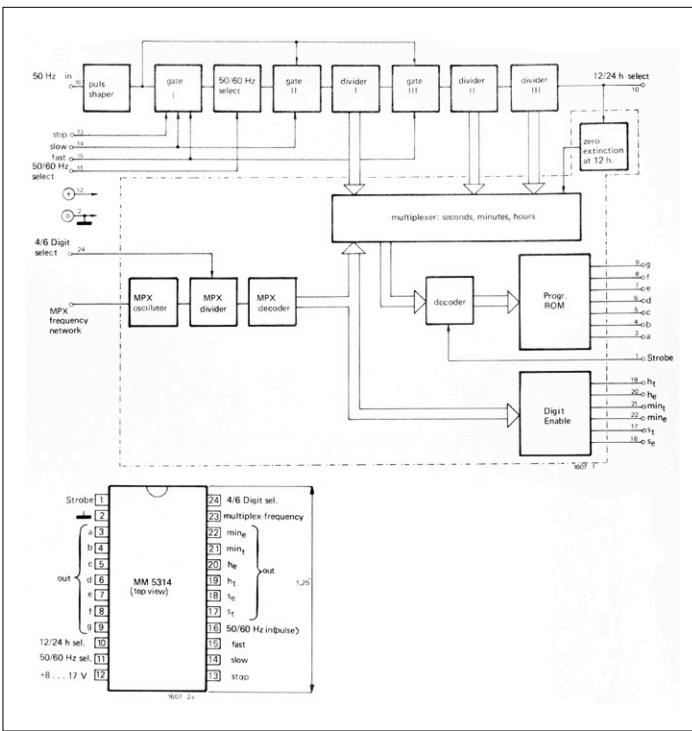
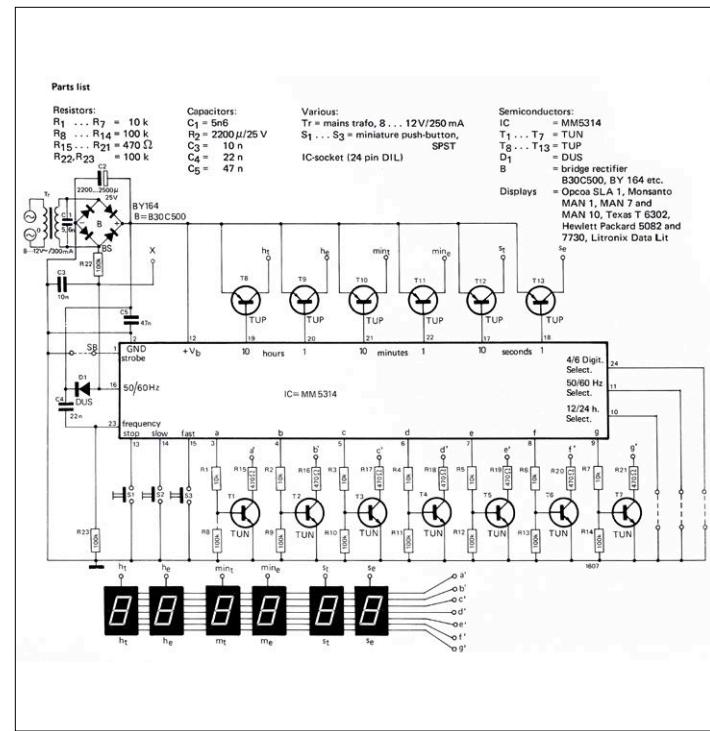

Figure 1. Dessinés par Elektor, l'architecture et le brochage d'un circuit intégré classique, l'horloge MM5314 de National Semiconductor.
Figure 2. Schéma et liste des composants de l'horloge MOS 5314 de 1974.
est conçu pour un montage en surface (**figure 1**), et qu'il est plutôt inadapté à un montage manuel. Les amateurs n'ont pas tous l'expérience nécessaire pour manipuler les CMS, et Kenneth Horton (le concepteur du détecteur de chauve-souris) a trouvé une solution astucieuse en dessinant un petit circuit imprimé rond, avec un trou rectangulaire en son centre. Le boîtier prend place dans ce trou, connexions côté « pistes », et quelques morceaux d'un gros fil de cuivre sont courbés et soudés entre les trous du circuit imprimé et les contacts du microphone (**figure 2**). C'est en effet très bien pensé,
L'article ne mentionne nulle part que le MM5314(N) est un composant de National Semiconductor. Le schéma et le brochage semblent avoir été redessinés par Elektor (fig. 1) alors que je suis sûr que les graphistes disposaient des références de NS (elles étaient imprimées en bleu !) Un authentique MM5314N est devenu aussi rare que *cher* (essayez eBay), et par là
Comme le MM5314 était dépourvu de BCD, la commutation des segments à un instant précis nécessitait une technique de multiplexage, quelques transistors d'attaque, sans oublier l'alimentation (fig. 2). Comme aucun logiciel de CAO n'existe en 74, le dessin du circuit imprimé a visiblement été réalisé à grand renfort de ruban adhésif et de transferts de symboles Letraset.
Quand on ne l'a jamais fait, sertir les cosses de connecteurs à broche peut tourner à la frustration. Le premier souci, c'est de trouver un outil adéquat. Je vous recommande la pince SN-28B de la **figure 1**. Remarquez-y la finesse des détails sur les mâchoires AWG 28-24, en particulier les deux filières en forme de cœur (**2**).